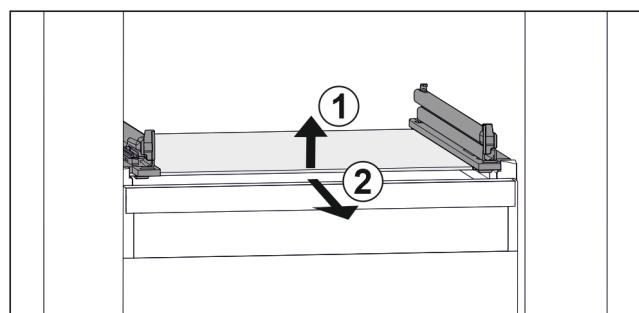

Fig. 137 Primjerni prikaz staklene ploče
- ▶ Staklenu ploču podignite sprjeda. Fig. 137 (1)
- ▶ Izvadite staklenu ploču prema naprijed. Fig. 137 (2)